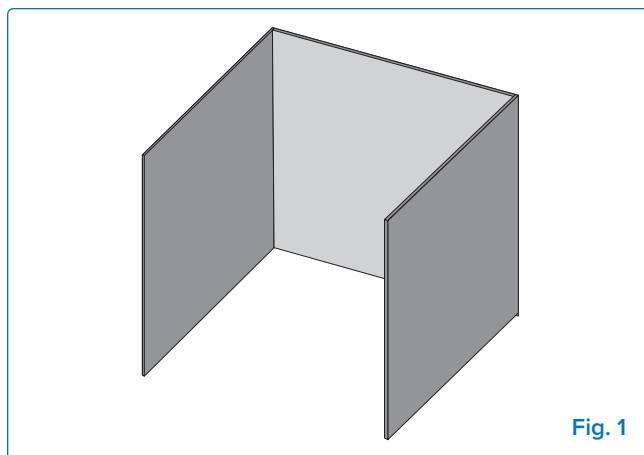

Fig. 1
- Het apparaat wordt als buiten beschouwd als het is geïnstalleerd in een overkapping met wanden aan drie zijden maar zonder bovenafdekking (**Fig 1**).